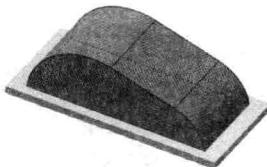
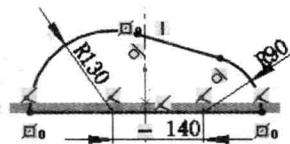

图 1.4 凸台-拉伸 2
图 1.5 横断面草图
③ 选择下拉菜单 **插入(I)** → **退出草图** 命令，系统返回“拉伸”窗口。
(3) 定义拉伸深度属性。
① 定义深度方向。采用系统默认的深度方向。
② 定义深度类型和深度值。在“凸台-拉伸”窗口 **方向1** 区域的下拉列表中选择 **给定深度** 选项，输入深度值 15.0。
(4) 单击 按钮，完成凸台-拉伸 1 的创建。
Step3. 添加图 1.4 所示的零件特征——凸台-拉伸 2。选择下拉菜单 **插入(I) → 凸台/基体(B) → 拉伸(E)...** 命令；选取上视基准面作为草图基准面，在草绘环境中绘制图 1.5 所示的横断面草图；在“凸台-拉伸”窗口 **方向1** 区域的下拉列表中选择 **两侧对称** 选项，输入深度值 160.0；单击 按钮，完成凸台-拉伸 2 的创建。